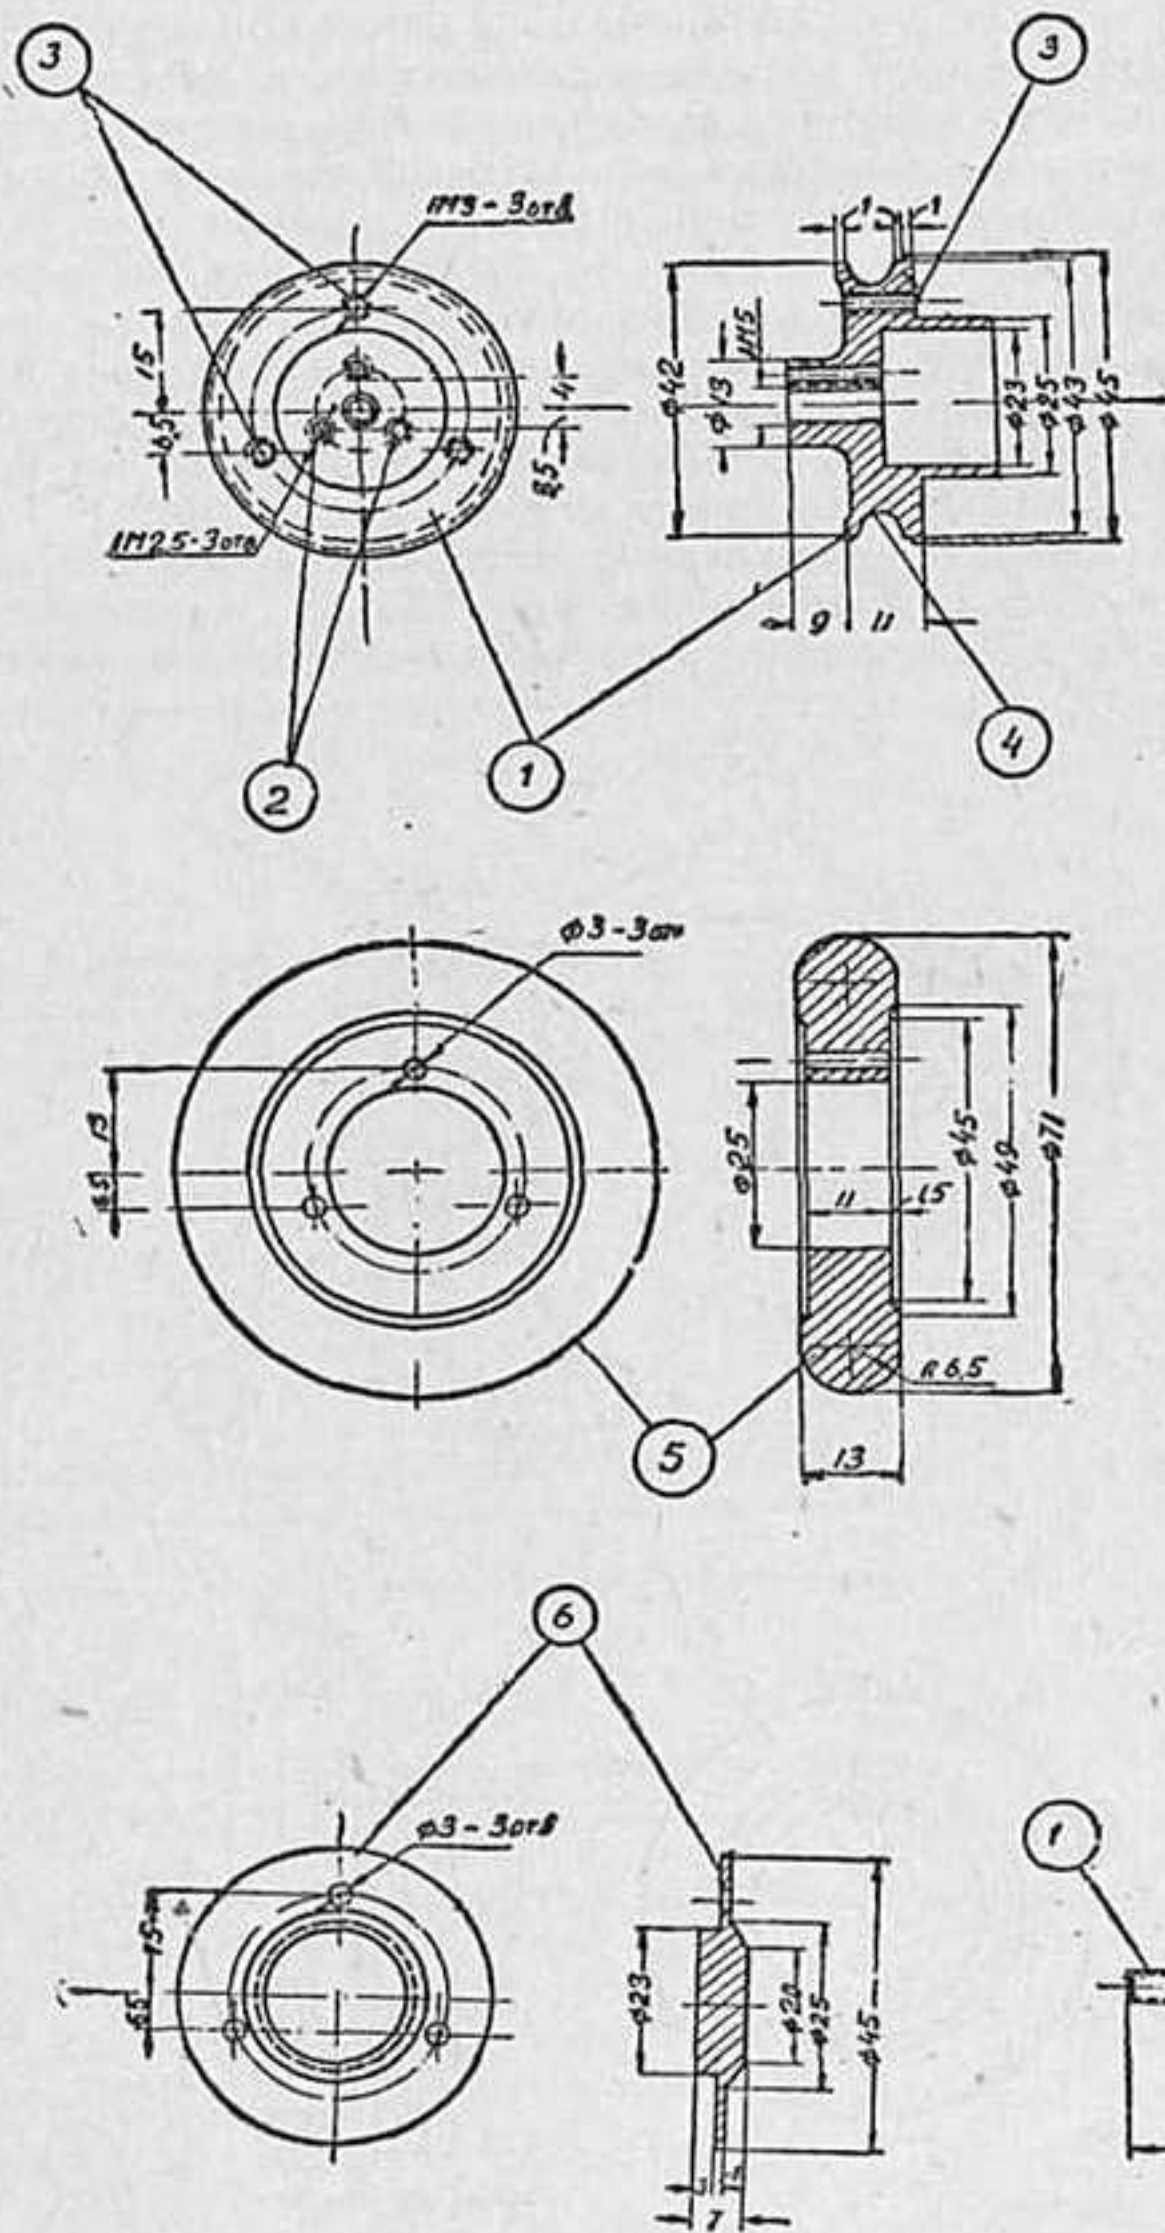

Рис. 19.
Все колеса модели по своему наружному диаметру одинаковы (71 мм). Левое же — ведущее — по своей конструкции не похоже на остальные три колеса (за исключением наружного диаметра). На рис. 19 даны детали этого ведущего колеса. Оно состоит из диска (1), выточенного из дюралюминия, на наружной поверхности которого имеется проточка (4); в ней укладывается шнур для запуска модели. В диске просверлены шесть отверстий и нарезана резьба. Три отверстия (3) служат для крепления диска, колпака и резинового банджа, а три отверстия (2) для крепления диска с упорной шайбой, чтобы колесо не проворачивалось на коленчатом валу.